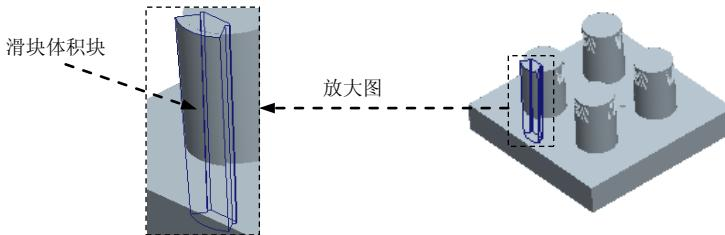

图 25.28 滑块体积块
Step4. 单击“混合”操控板中的  按钮，结果如图 25.28 所示，然后单击  按钮。